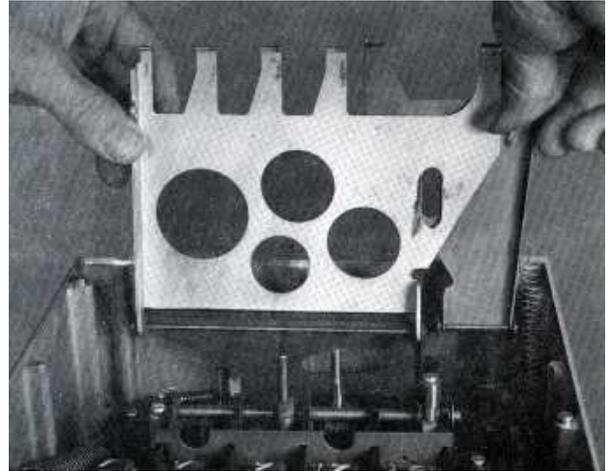

Figura 4. Rastrillos
4. Retirar los rastrillos de las ruedas (Figura 4).